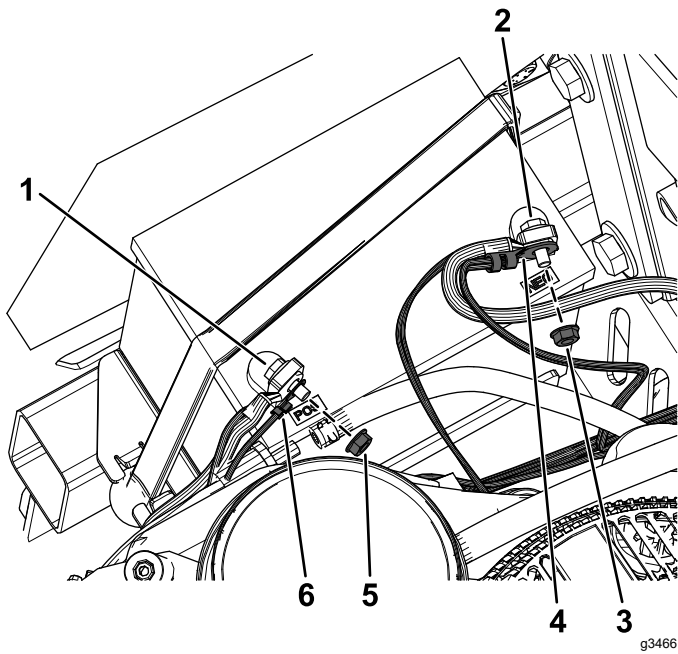

Figura 23
5. Retire la tuerca del borne positivo de la batería e instale el terminal de anillo positivo del arnés de cables del kit en el perno (Figura 23).
6. Sujete el terminal de anillo positivo usando la tuerca que retiró anteriormente (Figura 23).
8. Retire la tuerca del borne negativo de la batería e instale el terminal de anillo negativo del arnés de cables del kit en el perno (Figura 23).
9. Sujete el terminal de anillo negativo usando la tuerca que retiró anteriormente (Figura 23).